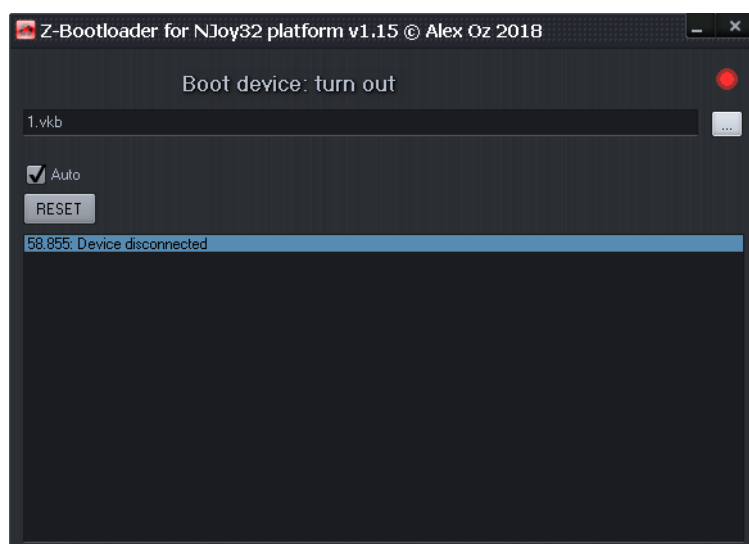

Рис. 2.4.
2. Запустите программу прошивки *ZBootloader.exe*. В окне программы появится сообщение об отсутствии подключенных для прошивки устройств (рис. 2.4).